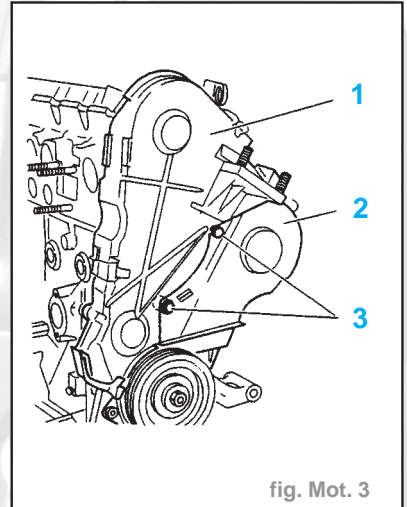
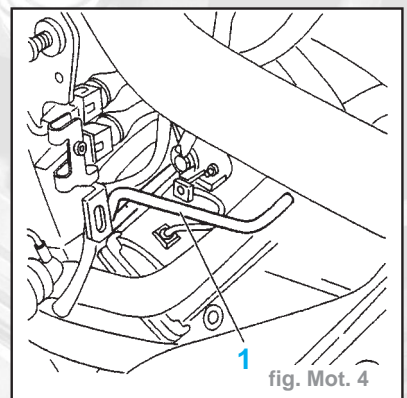

fig. Mot. 3
fig. Mot. 4
- Déposer (fig. Mot. 3) :
- le carter (2)
- le carter (1) en le dégageant des axes (3)
- le volant-moteur, utiliser l'outil (1) (fig. Mot. 4)
- Reposer les carters (1) et (2) (fig. Mot. 3).
- le carter (1)
- le carter de distribution (2) en le dégageant vers l'avant puis vers le haut
- le carter de distribution (2) en le dégageant des axes (3)
- Piger le volant-moteur à l'aide de la pige (fig. Mot. 4).